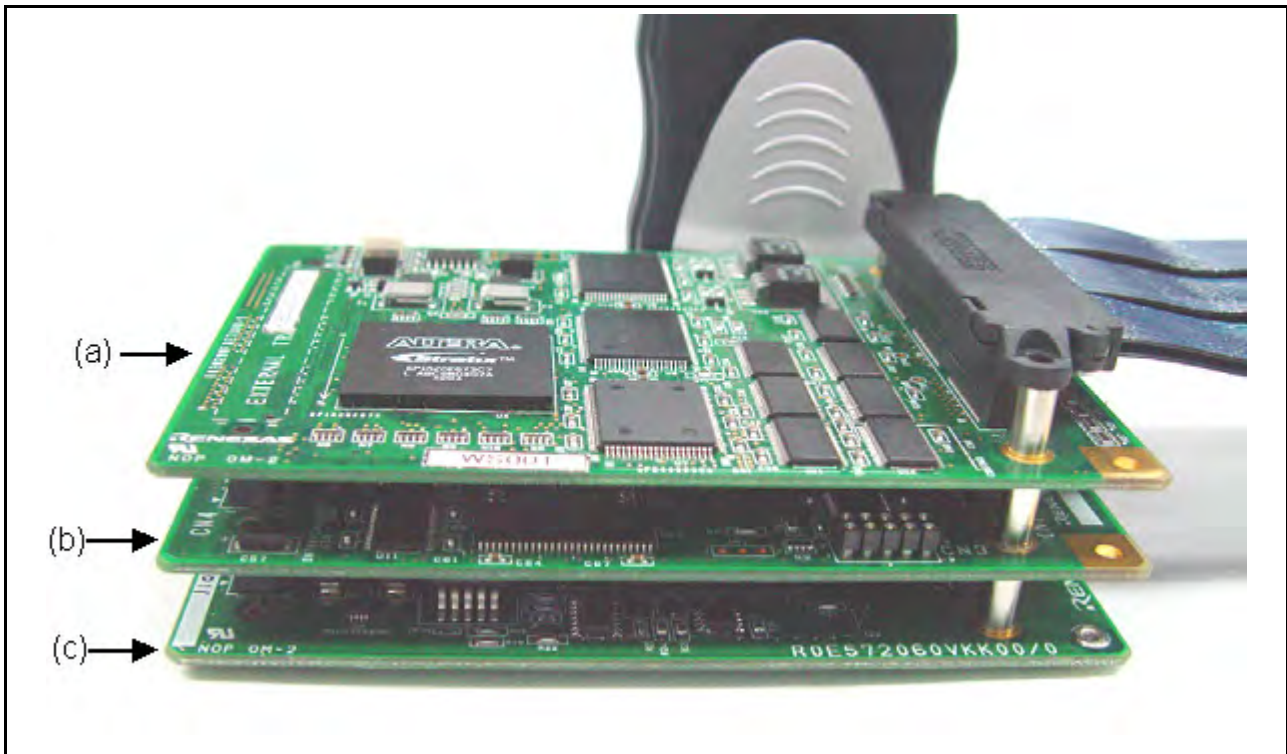

图 2.17 连接外部总线跟踪单元、仿真存储器单元和 EV 芯片单元
- 将外部总线跟踪单元与仿真存储器单元和 EV 芯片单元一同使用时，请按照图 2.17 所示进行连接，(a)、(b)、(c) 位置分别对应外部总线跟踪单元、仿真存储器单元和 EV 芯片单元。